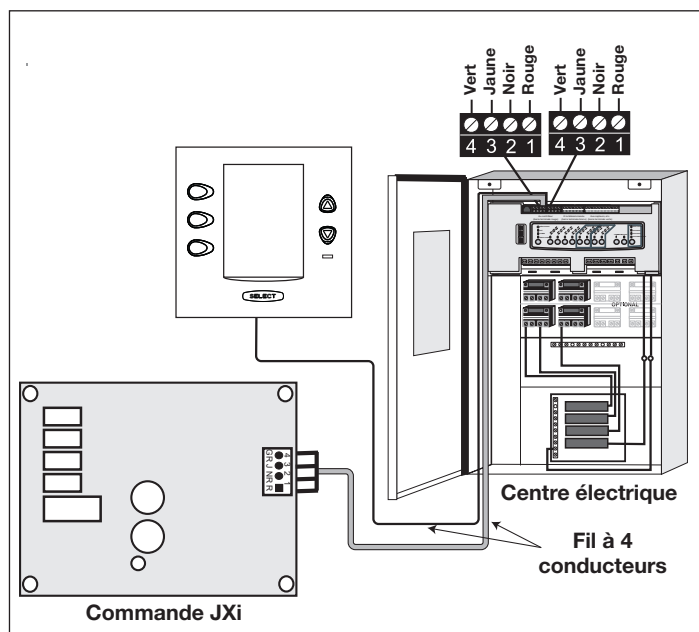

Figure 18. Connexion de l'appareil de chauffage JXi de Jandy au centre électrique
- Faites passer un câble à 4 conducteurs de l'appareil de chauffage JXi ou du connecteur rouge à 4 broches de l'interface d'alimentation de la thermopompe Air Energy au connecteur rouge à 4 broches du centre électrique (voir la figure 18).